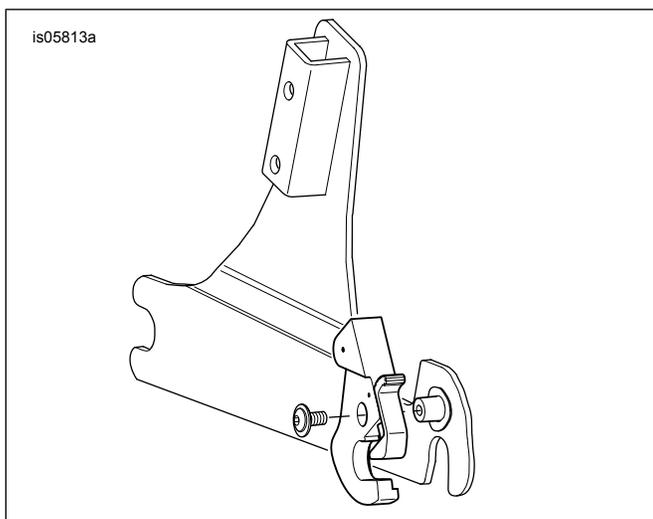

Figura 2. Instalación de la placa lateral
1. Vea Figura 2. Quite el pestillo sin llave derecho. Deje la arandela de presión derecha en el cubo derecho de montaje.